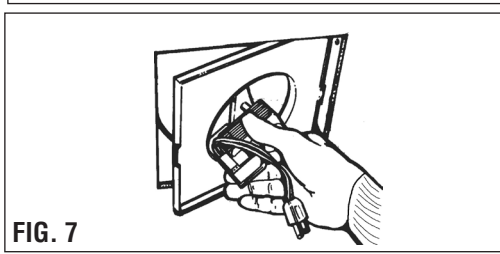

FIG. 7
7. Replace the motor plate at a slight angle into the two tabs. Press down on the opposite side until the single tab engages into the housing. Make sure it is secured (FIG. 7).
7. Réinstaller la plaque du moteur, en l'inclinant légèrement, dans les deux pattes. Appuyer du côté opposé jusqu'à ce que la patte s'engage dans le boîtier. S'assurer qu'elle soit bien fixée (FIG. 7).